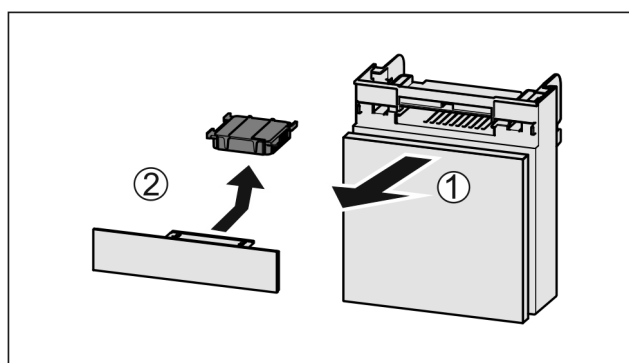

Fig. 62
- Estrarre il vano tirando in avanti Fig. 62 (1).
- Rimuovere il filtro a carboni attivi Fig. 62 (2).